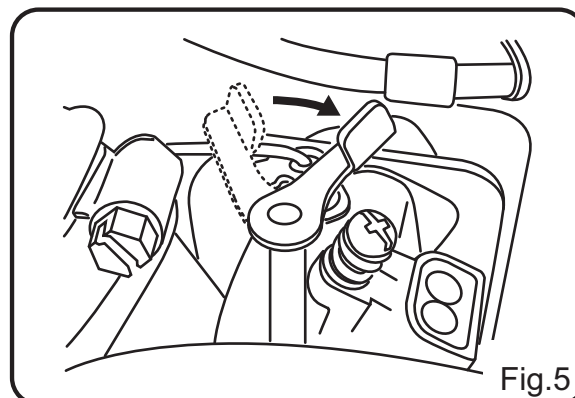

Fig.5
- 2 Faire passer la manette de commande d'étrangleur située sur le carburateur sur "fermé". Lorsque le carburateur est froid, fermer la manette de commande d'étrangleur à fond. Lorsqu'il fait chaud, par ex. en été, ou lorsque le moteur est déjà chaud, ouvrir légèrement la manette de commande d'étrangleur ou la laisser ouverte à fond. Dans l'impossibilité de mettre le moteur en marche, ouvrir légèrement l'étrangleur pour ne pas noyer le carburateur (Fig. 5).